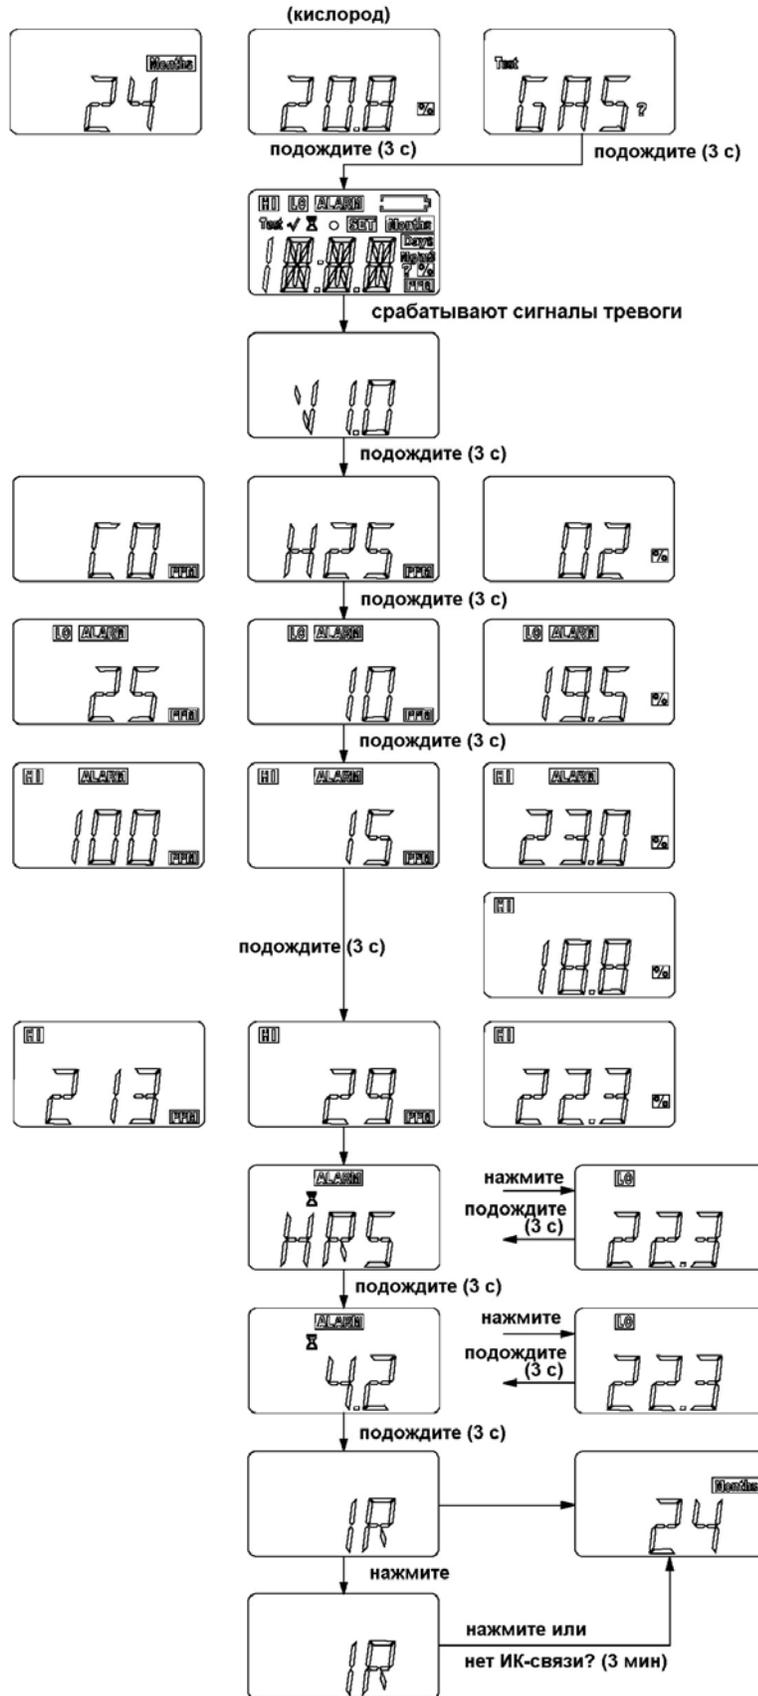

Рис.5 Считывание данных сигнализатора
- (1) При нажатии кнопки [TEST] появятся введенные рабочие параметры (см. рис.5). Они включают: